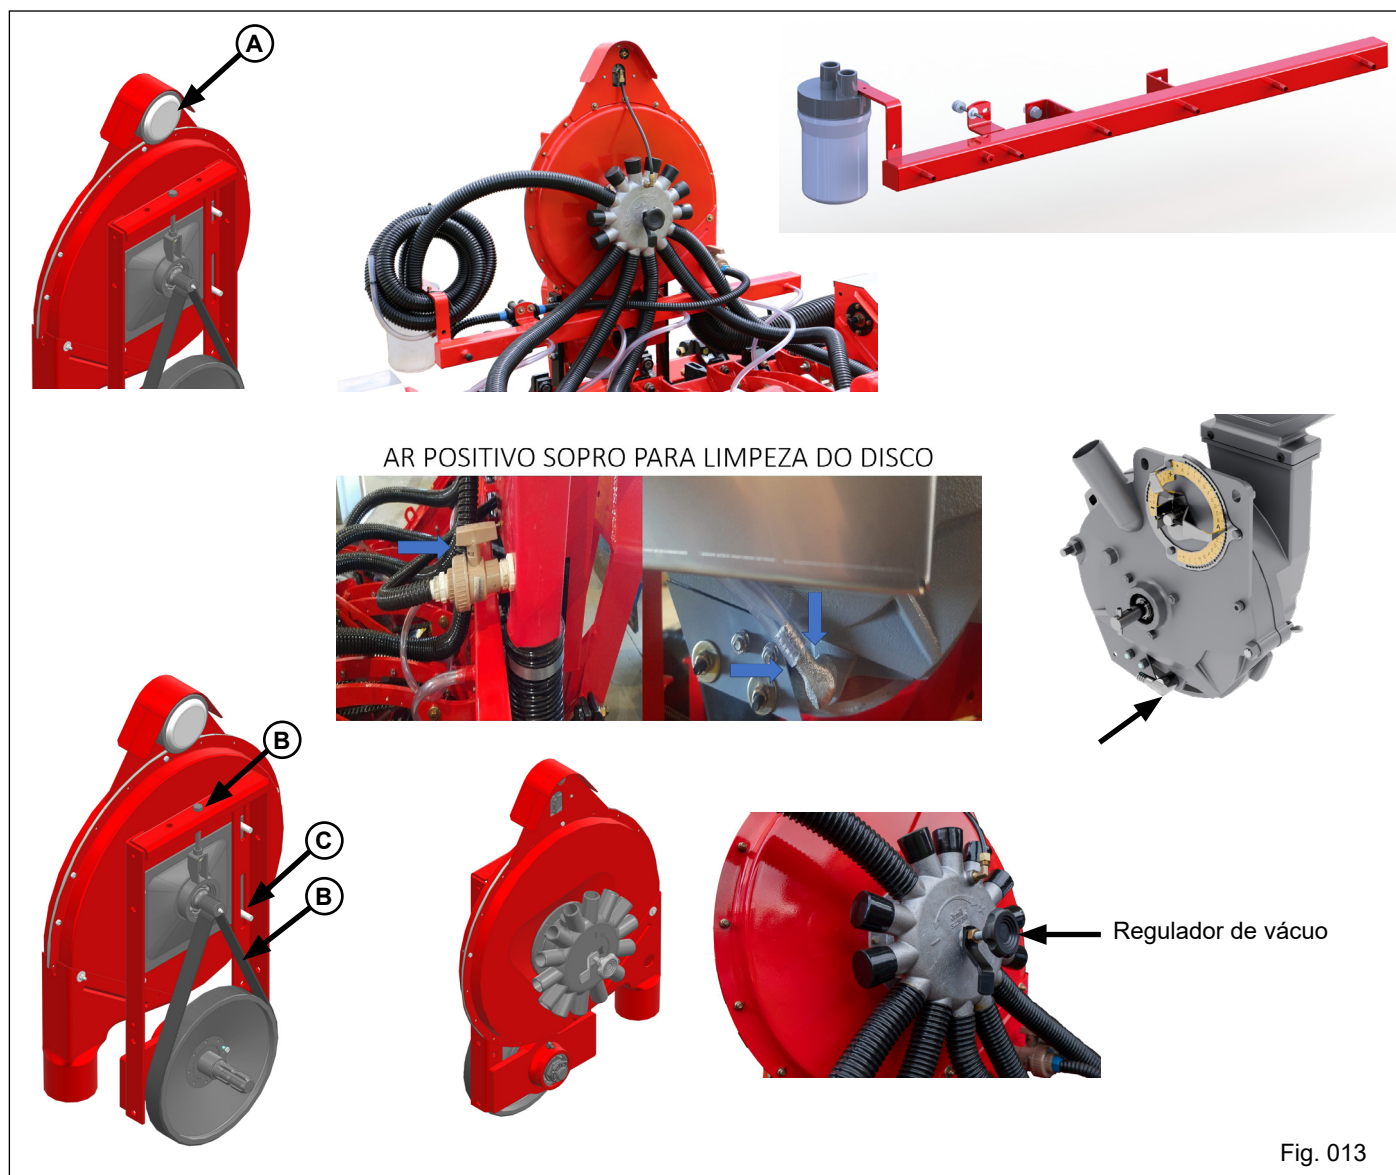

Fig. 013
- Vacuômetro (pressão negativa): 40 a 80 mbar ("A" Fig. 013)
Verifique se, durante o transporte, a correia da turbina sofreu algum dano e se encontra devidamente tensionada. Caso necessário, ajuste sua tensão utilizando o parafuso regulador ("B" Fig. 013).